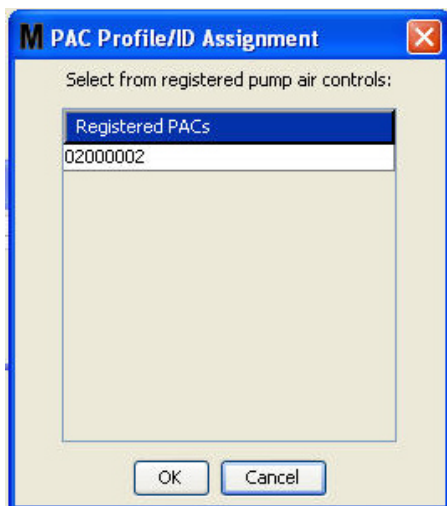

FIG. 114
- Après avoir donné un nom à la PAC, cliquez sur le bouton « Link ». L'écran d'assignation de Profil/Identification montré à la FIG. 114 s'affiche. De la liste des pompes pneumatiques enregistrées, sélectionnez une PAC. Cliquez sur OK pour fermer la fenêtre et sauvegarder les modifications. Une description complète de la procédure d'enregistrement de PAC est fournie dans le manuel d'instructions de la pompe pneumatique. Des instructions sont également fournies dans la section Comment Enregistrer une Pompe Pneumatique à l'Annexe A de ce manuel à la page 163.